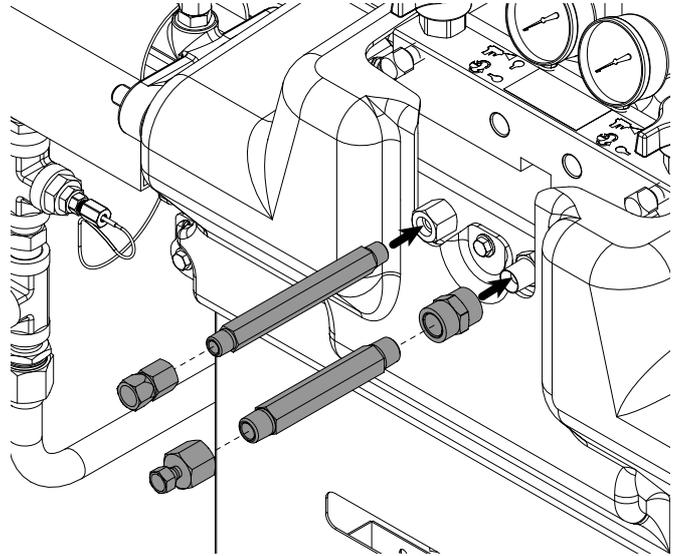

FIG. 10: Connectez les raccords de retour
6. Si applicable, connectez les raccords de retour A (rouge) et B (bleu). Consultez la FIG. 10.